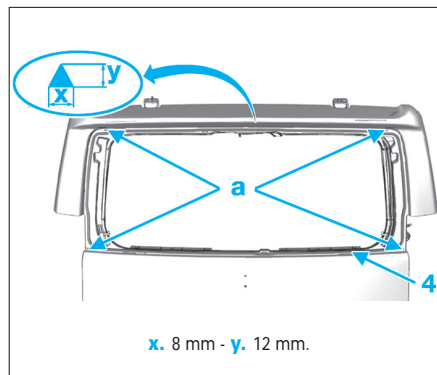

FIG. 18
- Tailler la buse de façon triangulaire pour obtenir un cordon de joint de largeur 8 mm et de hauteur 12 mm (Fig.18).
- Appliquer le joint (4) sur le pourtour de la vitre.